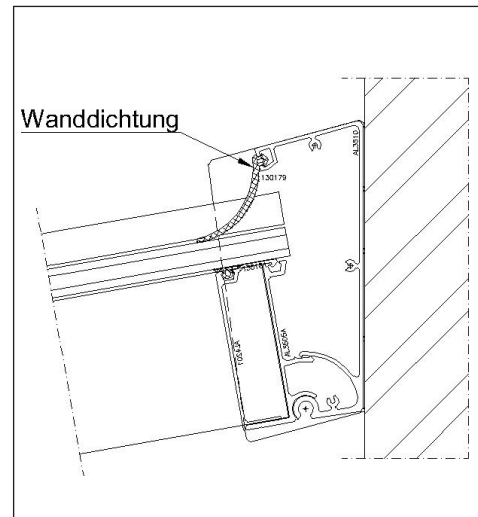

Abb. 27
- 6.10 Drücken Sie die Wanddichtung in das Wandprofil. Abb.: 27